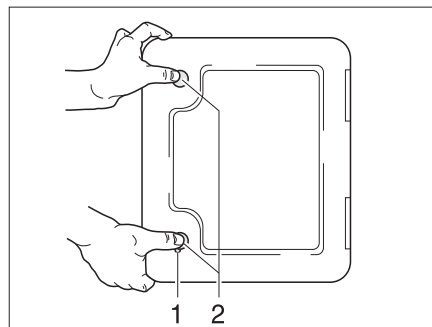

Fig. 160 Trampa para el cassette Thetford
La trampa de evacuación para el cassette Thetford (Fig. 160) está en la parte exterior del vehículo.
- Introducir la llave en el cilindro de cierre del cierre a presión (Fig. 160,1) y girarla un cuarto de vuelta en sentido de las agujas del reloj.
- Presionar ambos cierres a presión (Fig. 160,2) al mismo tiempo con el pulgar y abrir la trampilla para el cassette Thetford.